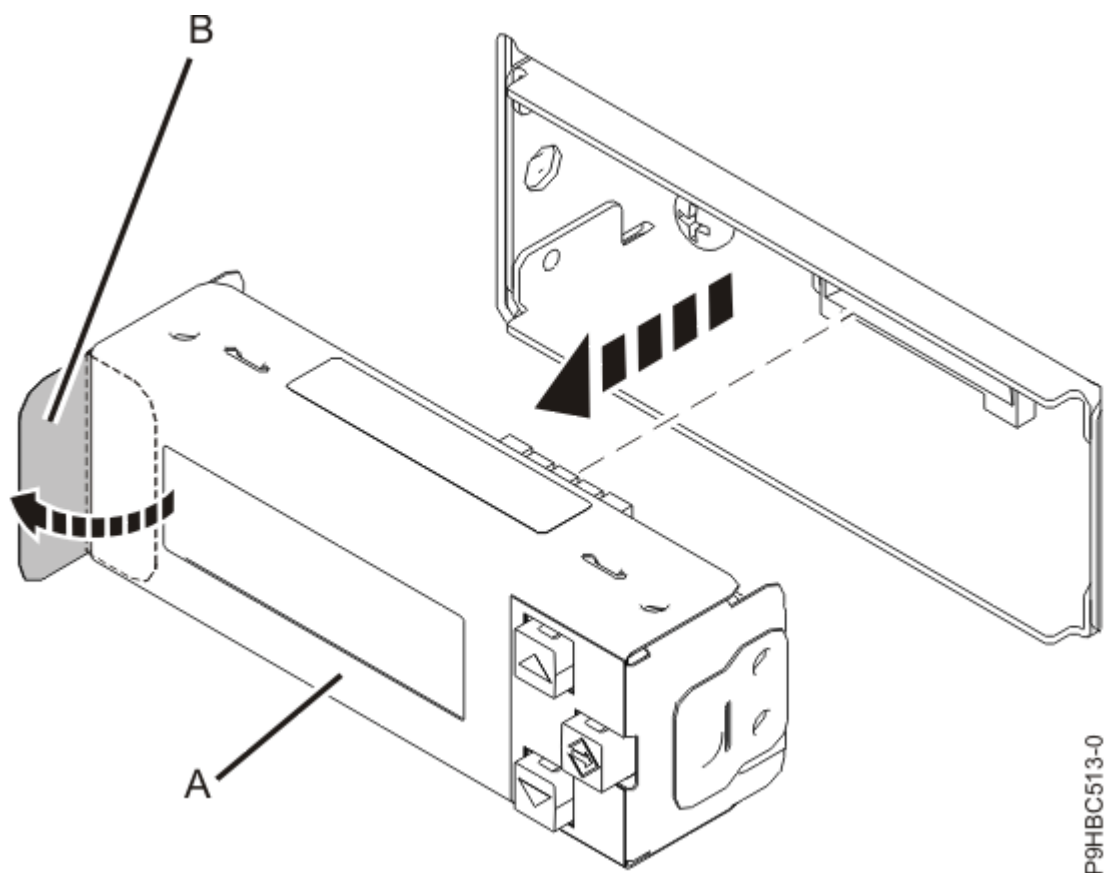

Figure 111. Retrait de l'écran du panneau de commande
5. Retirez l'écran du panneau de commande **(A)** en tirant le levier **(B)**, comme illustré à la Figure 111, à la page 118.